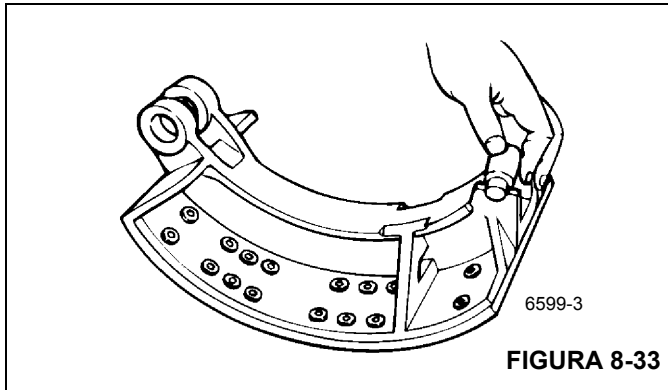

FIGURA 8-33
4. Utilice un punzón de latón para extraer el pasador de anclaje inferior. Retire la zapata inferior. De ser necesario, retire los rodillos (Figura 8-33).